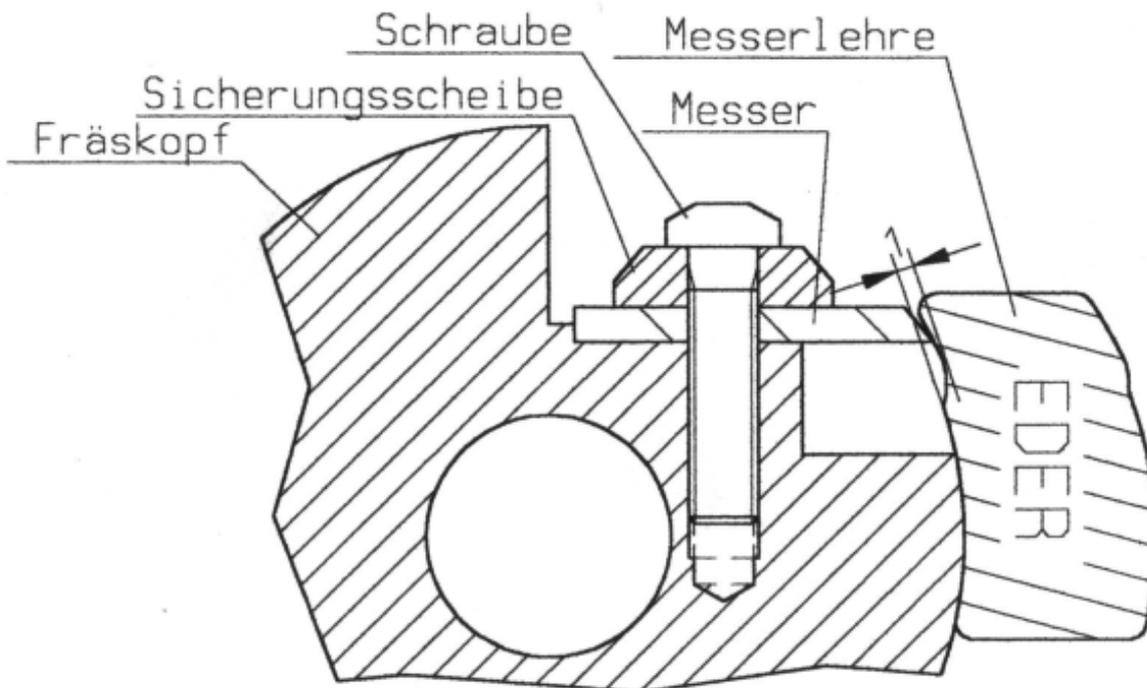

Bild 2
- ✦ Messerschraube (16) leicht lösen
- ✦ Messerlehre (17) wie in der Abbildung (Bild2), an den Fräskopf (01) legen und halten, das Messer (09) an die Lehre heranschieben, bis es den eingekerbten Bereich berührt.
- ✦ Messer (09) in dieser Stellung fixieren.
- ✦ Die Befestigungsschrauben (16) für die Messer (09) sind mit einem Drehmoment von 35 Nm anzuziehen.
- ✦ Die Messer (09) sind so eingestellt, dass sie max. 1mm herausragen.
- ✦ Beide Messer (09) werden auf gleiche Weise eingestellt.